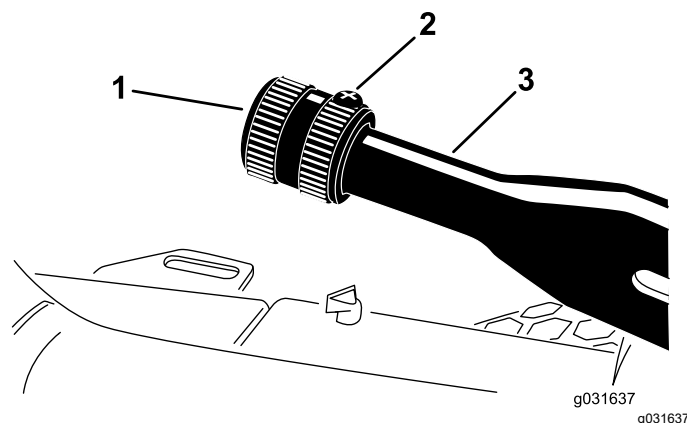

Figura 59
1. Afloje el tornillo de fijación que sujeta el pomo a la palanca del freno de estacionamiento (Figura 59).